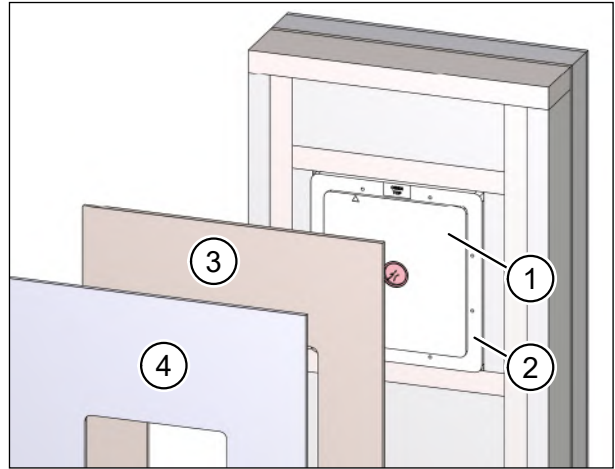

Abb. 18: Montageset im Innenbereich verkleiden
- ▶ Achten Sie darauf, dass der Putzschutzdeckel (Pos. 1 in Abb. 18) im Mauerkasten (Pos. 2 in Abb. 18) sitzt.
- ▶ Erstellen Sie in der OSB-Platte (Pos. 3 in Abb. 18) einen Ausschnitt mit den Abmessungen des Mauerkastens (Pos. 2 in Abb. 18).
- ▶ Erstellen Sie in der Gipskartonplatte (Pos. 4 in Abb. 18) einen Ausschnitt mit den Abmessungen des Putzschutzdeckels (Pos. 1 in Abb. 18).
- ▶ Setzen Sie die OSB-Platte (Pos. 3 in Abb. 18) auf den Mauerkasten (Pos. 2 in Abb. 18) auf und befestigen Sie diese an der Ständerkonstruktion.
- ▶ Richten Sie den Ausschnitt in der Gipskartonplatte (Pos. 3 in Abb. 18) am Putzschutzdeckel (Pos. 1 in Abb. 18) aus und befestigen Sie die Gipskartonplatte.